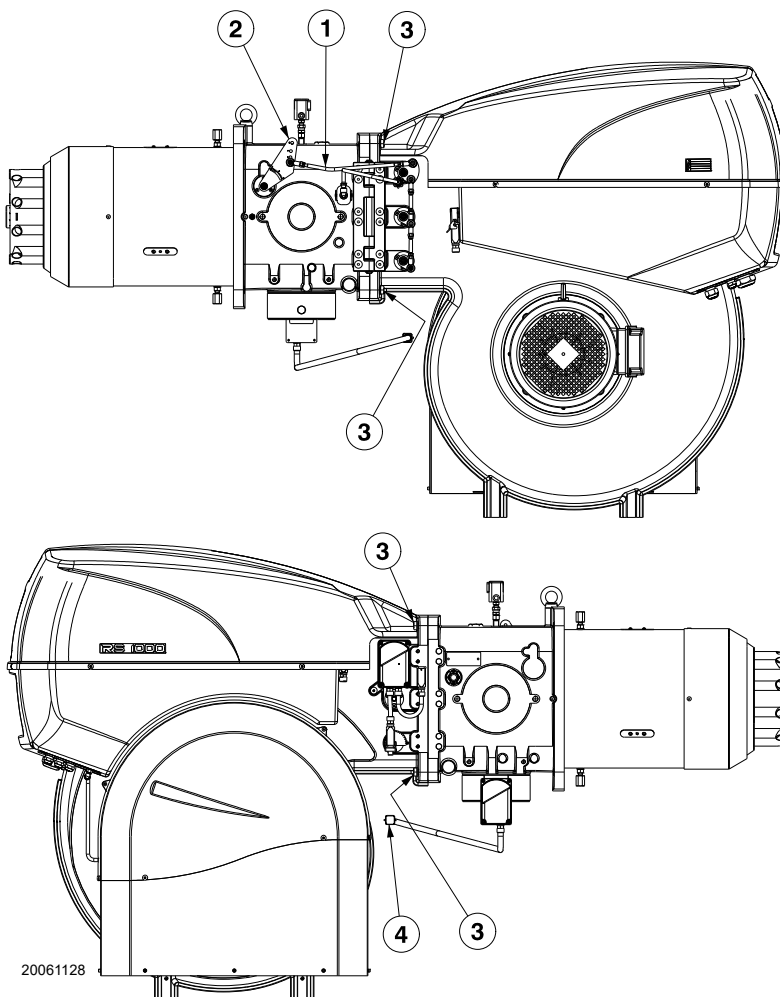

Fig. 36
- Aflojar la tuerca 2) y quitar el tirante 1)(Fig. 36) de la palanca de movimiento del cabezal;